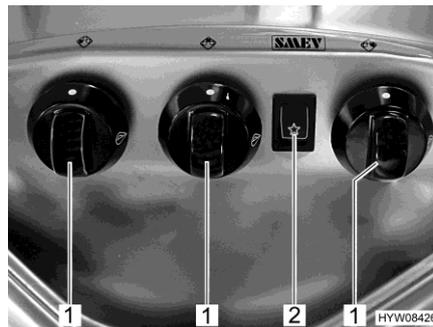

Fig. 126 Boutons de commande (réchaud à gaz)
- Tourner le bouton tournant (Fig. 126,1) du brûleur désiré en position d'allumage (grande flamme).
- Appuyer sur le commutateur à bascule (Fig. 126,2). Le brûleur produit des étincelles.